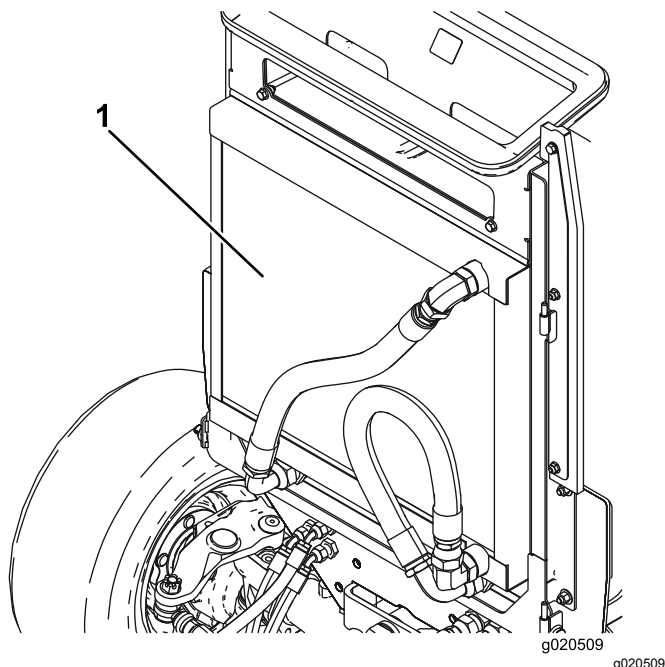

Figura 91
4. Limpie a fondo ambos lados del enfriador de aceite y del radiador con aire comprimido (Figura 91).